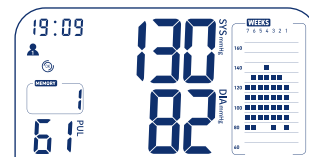

Figura 4
- Premendo nuovamente il tasto di memoria vengono visualizzati i valori misurati più di recente (Figura 4). I valori di memoria vengono visualizzati alternativamente con data e ora.